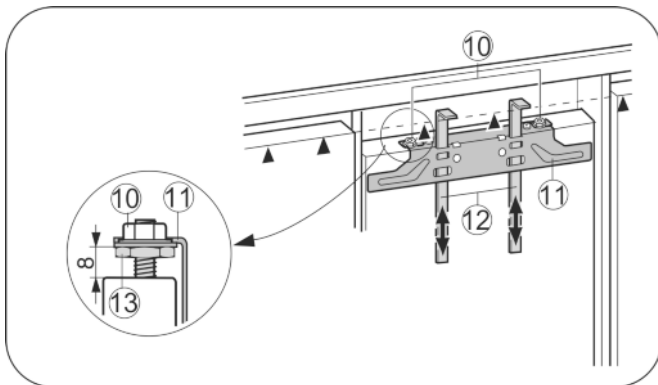

Fig. 17
- ▶ Монтажные приспособления Fig. 17 (12) сдвиньте вверх на высоту мебельной дверцы. Нижняя упорная кромка ▲ монтажного приспособления = верхней кромке подлежащей установке мебельной дверцы.
- ▶ Открутите крепежную поперечину Fig. 17 (11) с помощью контргайки Fig. 17 (10).